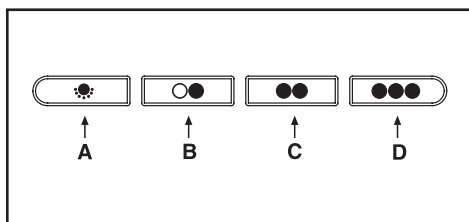

Fig.10
- **Commandes mécaniques (Fig.10)** les symboles sont indiqués ci-dessous: